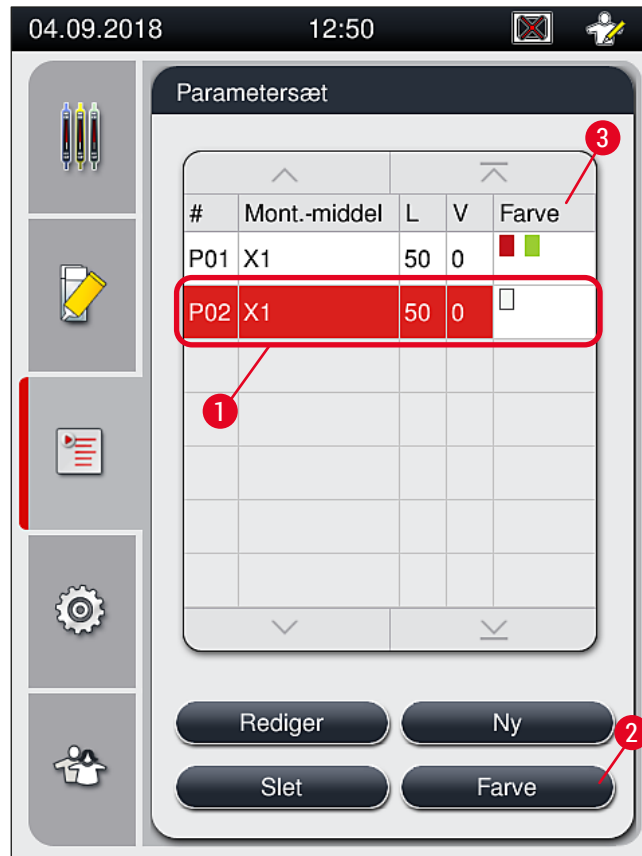

Fig. 44
1. Tryk i parametersætmenuen (→ Fig. 44) på den tilhørende post for at vælge det parametersæt, der skal tildeles en håndtagsstativfarve (→ Fig. 44-1).